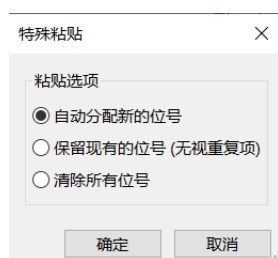

图 5-12 特殊粘贴对话框
- 执行菜单栏中的“编辑 (E)”→“粘贴”命令。
执行菜单栏“编辑 (E)”→“特殊粘贴”命令即可弹出特殊粘贴对话框，如图 5-12 所示。